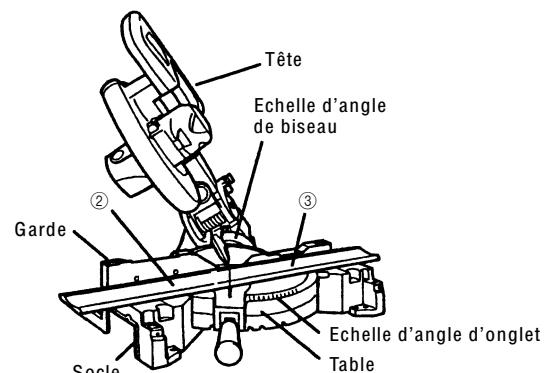
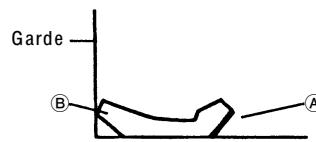

Fig. 28
Fig. 29
(2) Réglage de coupe en corniche complexe aux positions ② et ③ de la Fig. 25 (voir Fig. 28; incliner la tête vers la gauche) :
- ① Tourner la table vers la droite et régler l'angle d'onglet comme suit :
- ② Incliner la tête vers la gauche et régler l'angle de biseau comme suit :
- ③ Disposer la corniche complexe de façon que la surface supérieure (Ⓑ sur la Fig. 24) touche la garde comme indiqué à la Fig. 29.